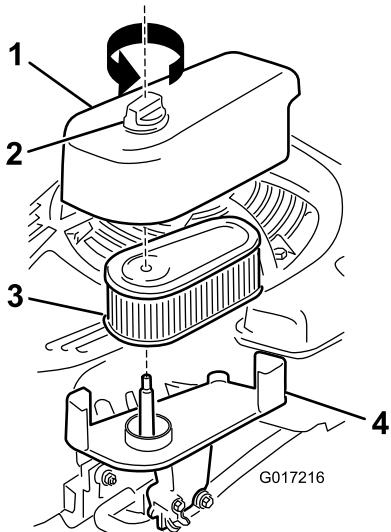

Figure 30
1. Desserrez le bouton de fixation et retirez le couvercle du filtre à air (Figure 30).